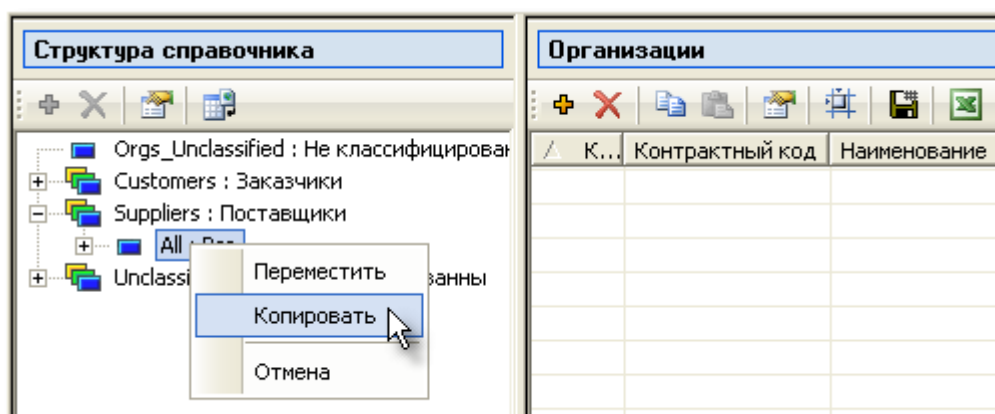

Рис. 4-40
2. Отпустите кнопку мыши. При этом появится контекстное меню (рис. 4-40).